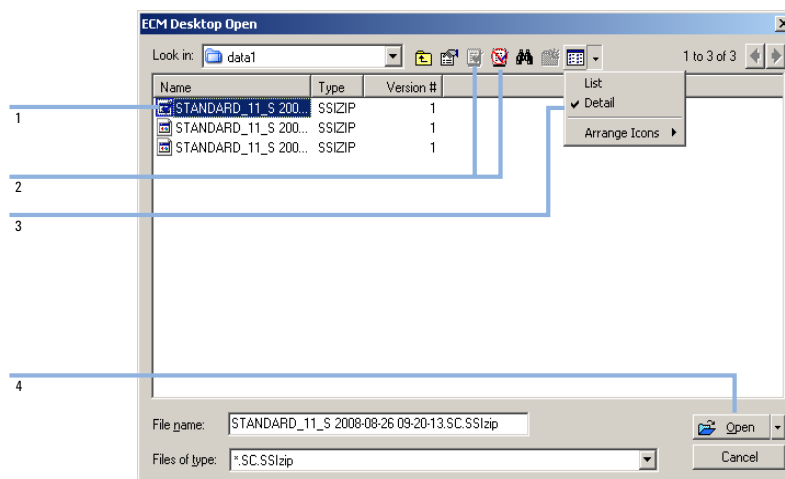
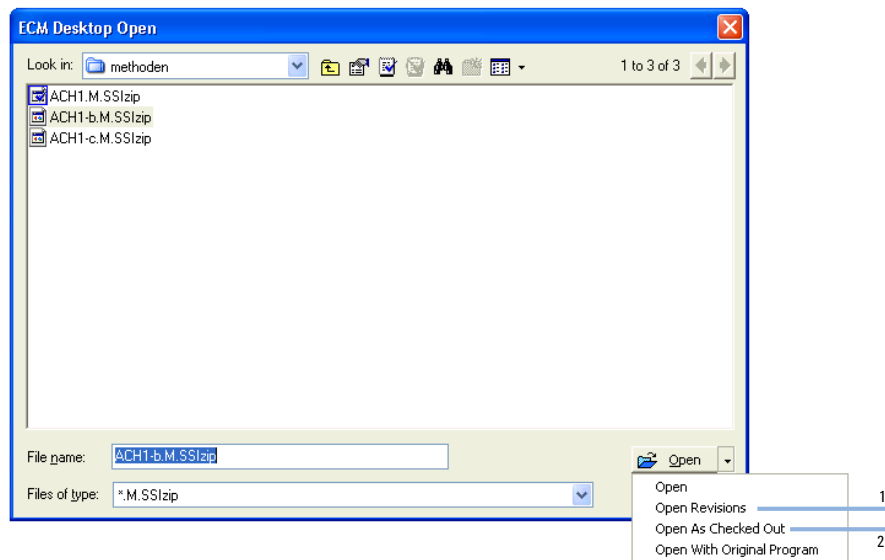
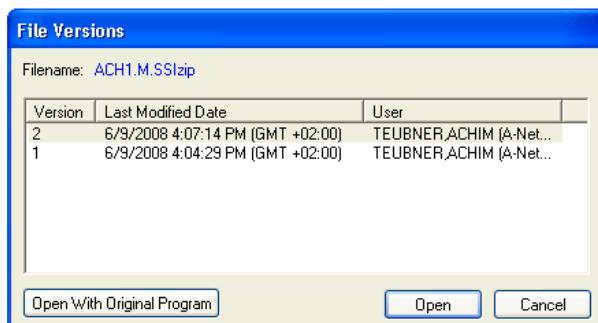

Figura 17 Cuadro de diálogo Abrir escritorio de ECM
Figura 18 Comando Abrir revisiones
Figura 19 Cuadro de diálogo Versiones de archivo
Si el elemento se encuentra verificado, tendrá una marca con un icono azul o rojo (consulte Figura 17 en la página 75, marcador 1):
Para verificar o registrar un elemento, puede utilizar los iconos respectivos disponibles en el cuadro de diálogo **ECM Desktop Open** (consulte Figura 17 en la página 75, marcador 2). Mediante el uso de estos iconos sólo puede verificar la última versión de un elemento.
Para obtener más información sobre el tipo y la versión de los elementos disponibles, seleccione la vista **Detail** (consulte Figura 17 en la página 75, marcador 3). Para abrir una versión anterior de un elemento, seleccione el comando **Open Revisions** en el menú **Open** (consulte Figura 18 en la página 76, marcador 1). De este modo se abrirá el cuadro de diálogo **File Versions**, donde se enumeran todas las versiones disponibles del elemento (consulte Figura 19 en la página 77).
- 3 Seleccione **Open** en cualquier cuadro de diálogo para descargar el elemento a ChemStation. Para evitar que otros usuarios modifiquen el elemento, puede seleccionarse el comando **Open As Checked Out** para marcar el elemento como verificado desde ECM (consulte Figura 18 en la página 76, marcador 2).